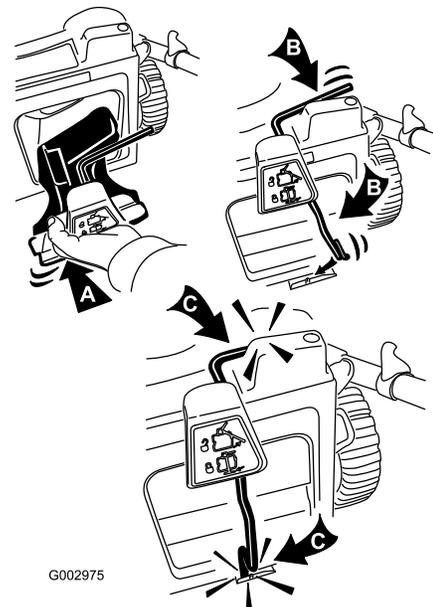

Figure 30
3. Insérez l'obturateur de mulching et tournez la tige de verrouillage jusqu'à ce qu'elle se bloque en position en haut et en bas (Figure 30).